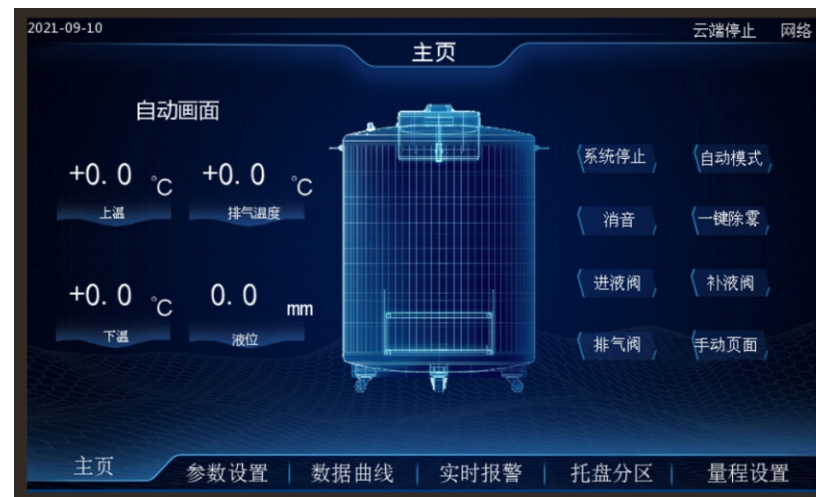

图7 自动页面
①自动模式选择: 在主页面显示状态下, 左边为实时数据显示; 点击右边“系统停止”, 系统进入自动模式状态(如图7)。故障报警点击“消音”, 可消除蜂鸣器声音。